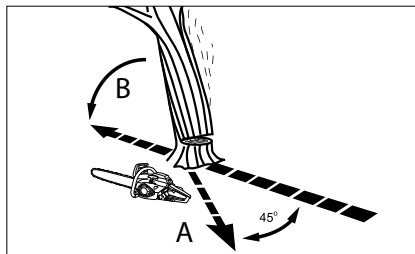

Abb. 14
Stellen Sie vorher den Rückzugsweg (A) fest und räumen Sie ihn von möglichen Hindernissen auf, bevor Sie mit Schneiden beginnen. Der Rückzugsweg soll in die Richtung liegen, die der Richtung des voraussichtlichen Herunterfallens des Baums (B) entgegengesetzt ist (Abb. 14).